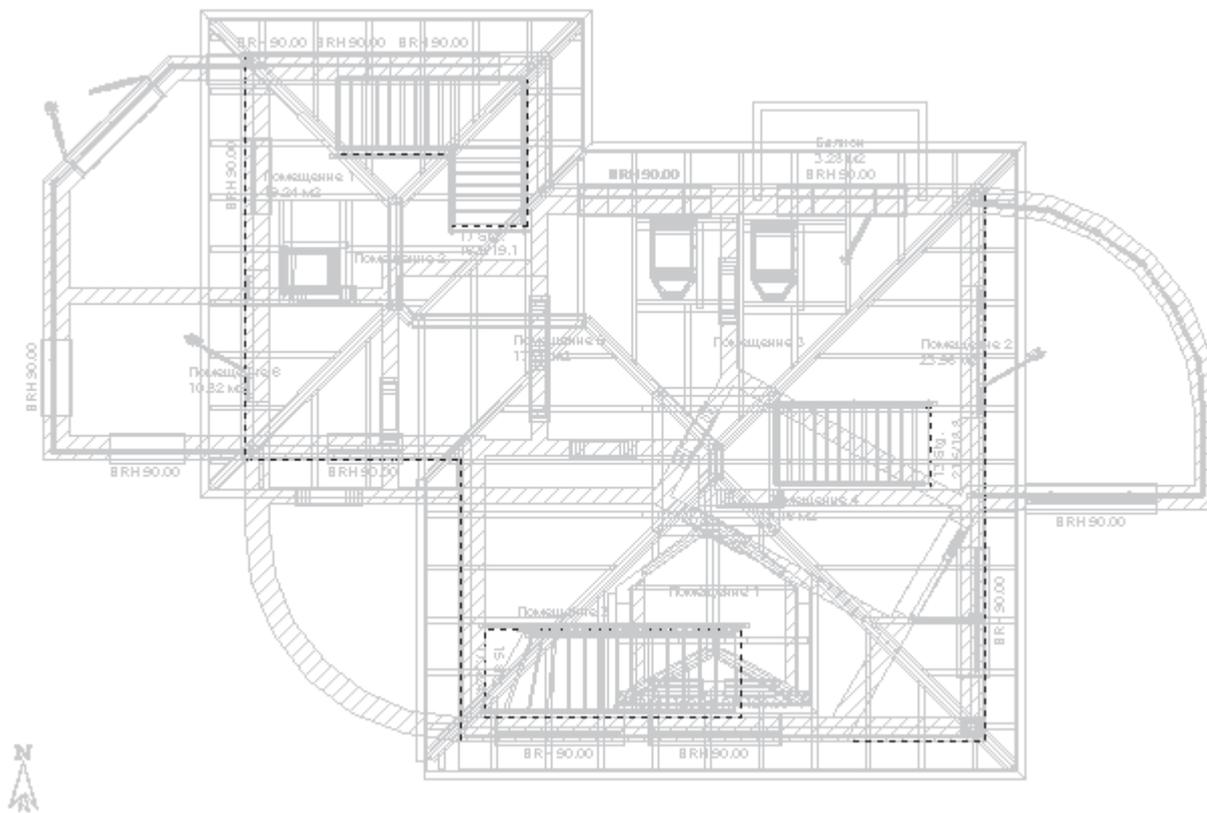

Рис. 5.1. Вид общего плана в режиме дизайна
– при выполнении этой команды точка наблюдения устанавливается точно над моделью здания, а взгляд направлен строго вниз. Сама модель отображается тонкими серыми каркасными линиями, в результате чего вы получаете картинку, напоминающую изображение плана на чертеже (рис. 5.1).